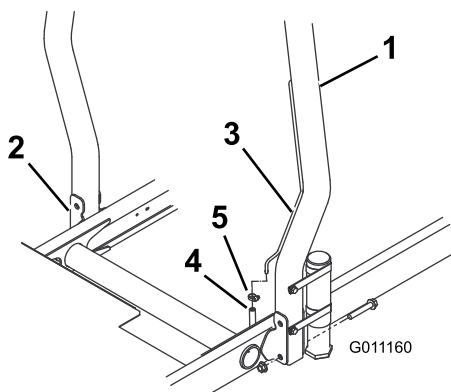

Figura 8
1. Abaixee a barra estabilizadora sobre os suportes de montagem da unidade de tração, alinhando os orifícios de fixação. Certifique-se de que o tubo de ventilação na barra estabilizadora esteja à esquerda da máquina (Figura 8).
- Fixe cada lado da barra estabilizadora aos suportes de montagem com 2 parafusos de cabeça flangeada e 2 contraporcas (Figura 8). Aperte os fixadores com torque de 81 N·m (60 pés-lb).